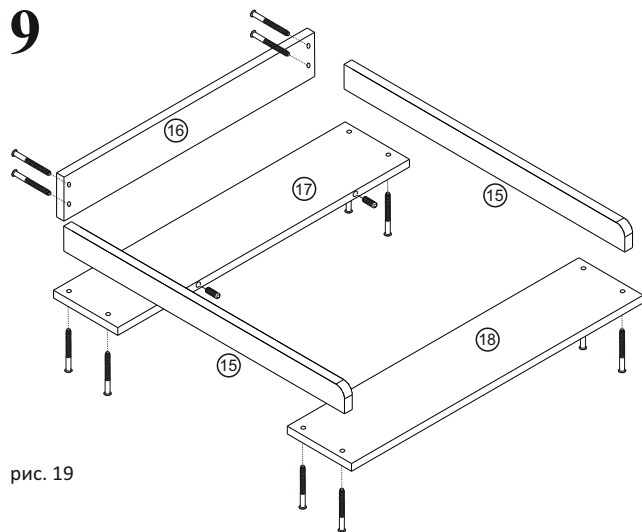

рис. 19
9. Согласно схеме (рис.19) соединить детали 15,16,17 и 18 между собой с помощью еврвинтов 7X50 (№ 1). На деталь 18 согласно отверстиям закрепить планку крепежную (№ 4) с помощью саморезов 3,5x16 (№ 5). В деталь 17 установить шкант (№ 3).